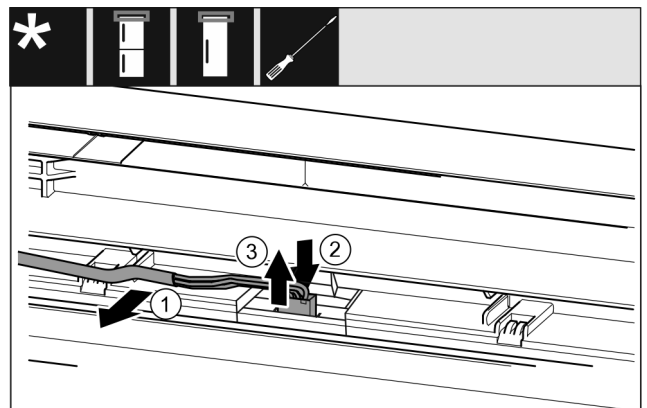

Fig. 20
- ▶ Απελευθερώστε το γκρι καλώδιο προσεκτικά από τον οδηγό στην πόρτα. Fig. 20 (1)
- ▶ Πιέστε το αυτάκι πίσω από το φισ προς τα πίσω. Fig. 20 (2)
- ▶ Αφαιρέστε το φισ τραβώντας το προσεκτικά προς τα επάνω. Fig. 20 (3)